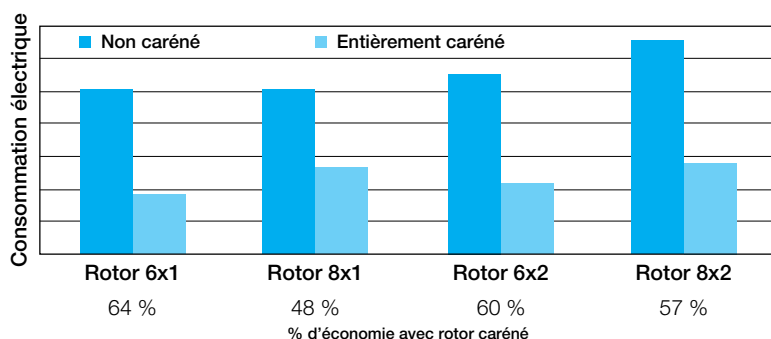

Figure 2. Consommation électrique des rotors carénés Thermo Scientific par rapport aux conceptions non carénées pour le même rotor.
- Les rotors Eco-Spin permettent d'économiser jusqu'à 64 % d'énergie par rapport aux rotors non carénés¹ (voir Figure 2.)